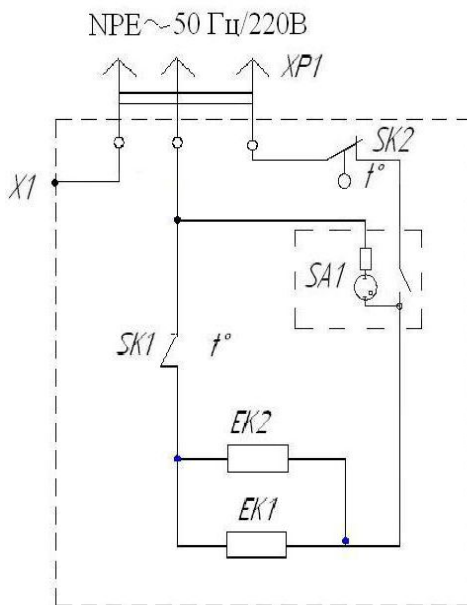

Рисунок 3 – Схема электрическая
5.5 Подключение конвектора к питающей сети производится шнуром питания с вилкой 5. Для установки конвектора на стене предусмотрены кронштейны 6. Для напольного исполнения предусмотрены ножки - опоры 7. Электрическая схема конвекторов на 0,5 кВт и 1,0 кВт; показана на рис. 2, для 1,5 кВт и 2 кВт – на рис. 3.